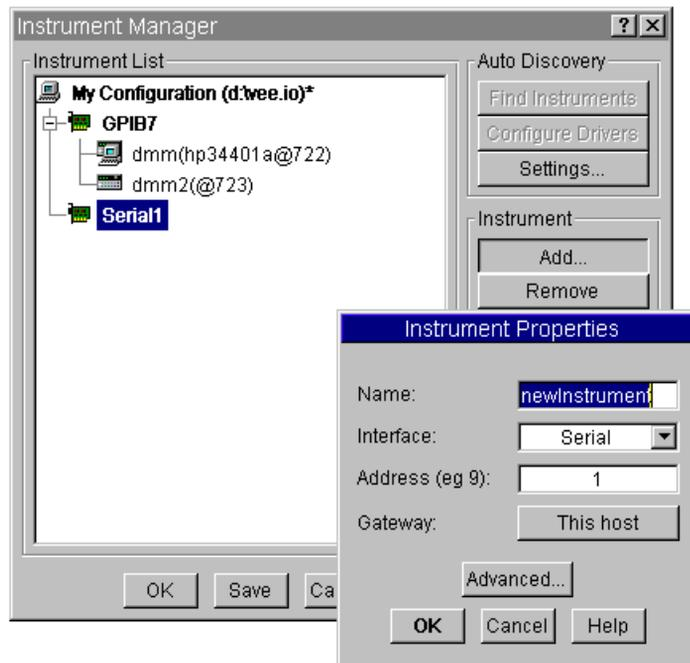

図3-19. シリアル・デバイスの構成
4. 図3-19のダイアログ・ボックスが表示されるはずですが。